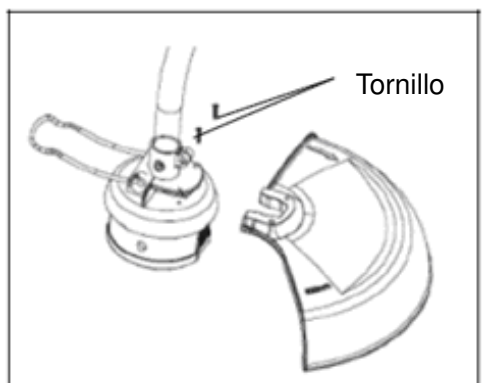

Fig. 2
A. PROTECCIÓN DE SEGURIDAD (FIG.2)